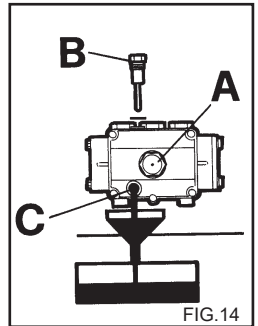

FIG. 14
- 2) Skru hætten med oliemålepinden (fig. 14) af.